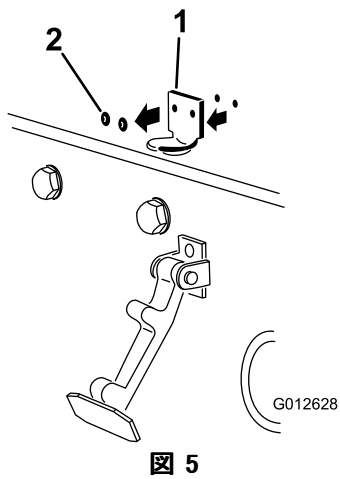

図 5
2. フードラッチブラケットをフードに固定しているリベット (2本) を外す (図 5)。フードからフード・ラッチ・ブラケットを取り外す。